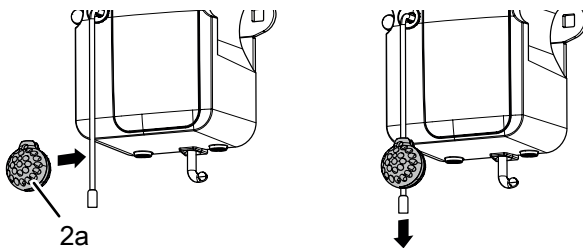

Abb. 7: Einbruchhemmung rückgängig machen
Stecken Sie das Gleitstück (19) auf das Laufschieneprofil, schieben Sie es in die hintere Öffnung am Motorkopf (2) und schrauben Sie es mit der Schraube (14) fest (Abb. 7).